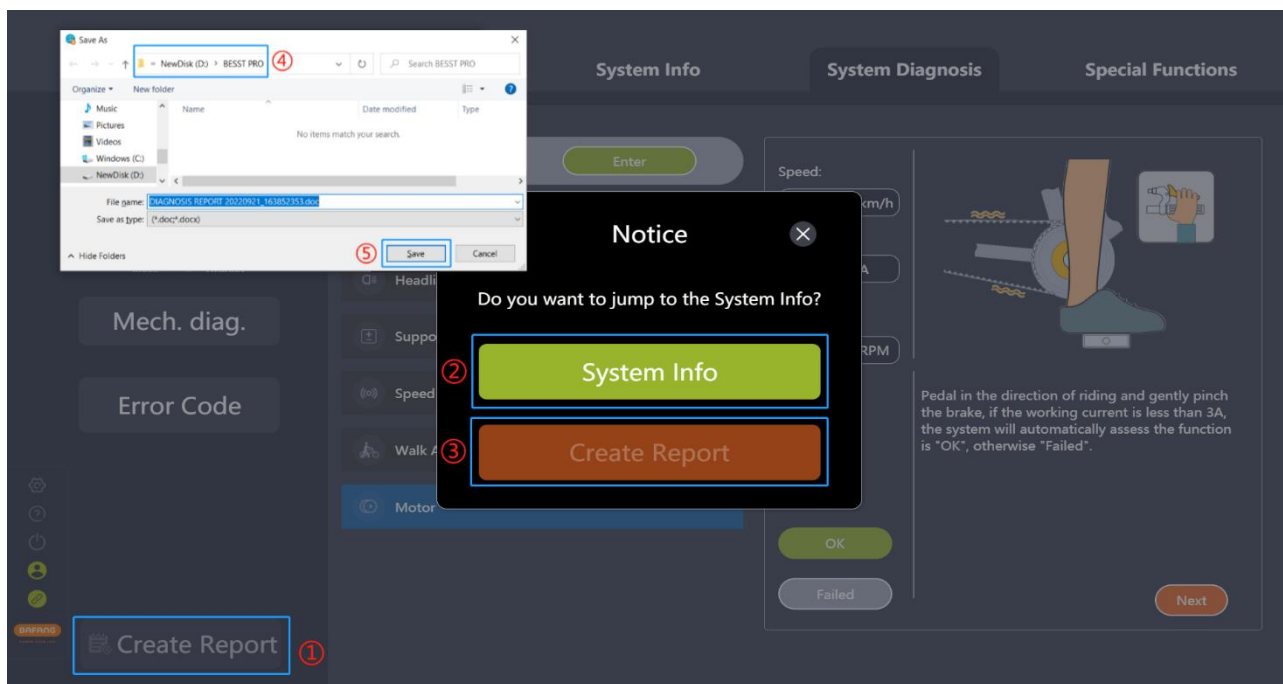

图 7-8 系统诊断界面创建报告
- (1) 点击“创建报告”，提示“要跳转到系统信息吗？”（如图 7-8）；
- (2) 如需进行系统信息读取，可选择“系统信息”，跳转到系统信息界面；
- (3) 点击“创建报告”；
- (4) 选择本地保存路径；
- (5) 点击“保存”，创建 PDF 报告文档。